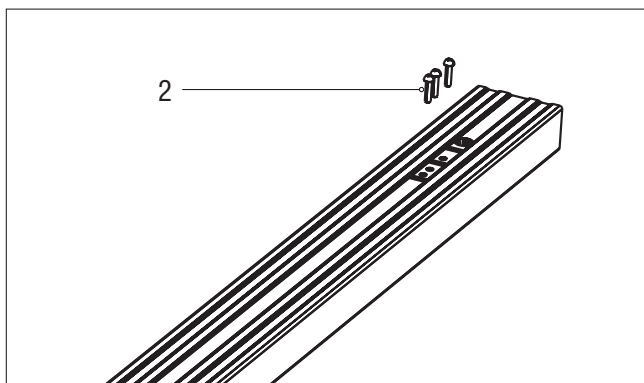

Рисунок 2
3. Открепите винты держателя звездочки поз. 2 (рис. 2).